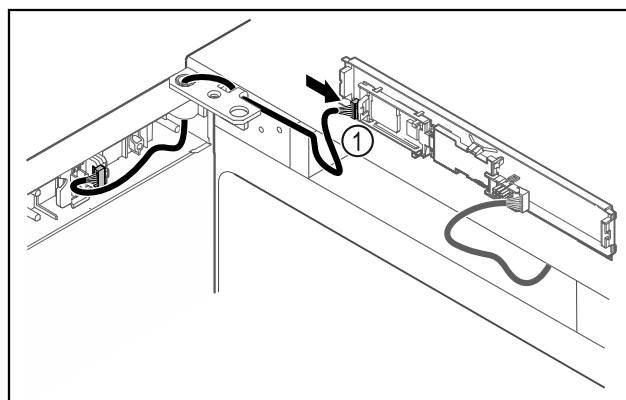

Fig. 39
- ▶ Připojte zástrčku Fig. 39 (1) na desku.